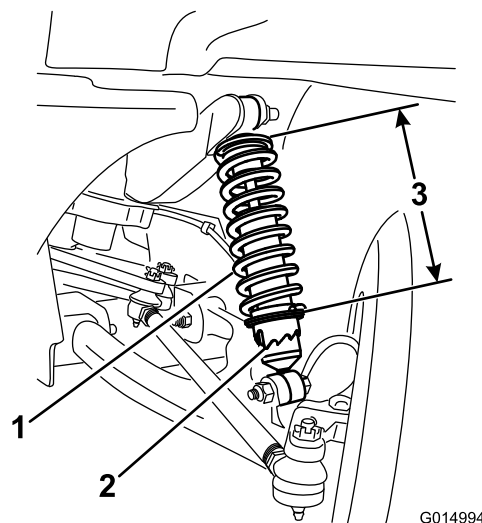

図 33
3. 特殊工具 TORO6010 を使って、ショックアブソーバのカラーを回転させてスプリングの長さを変更する図 33。